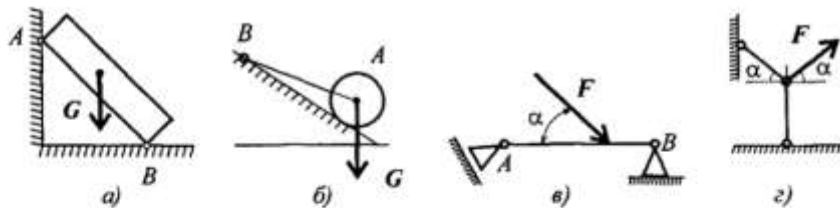

Рис. 1.18
4. Укажите возможное направление реакций в опорах (рис. 1.18).